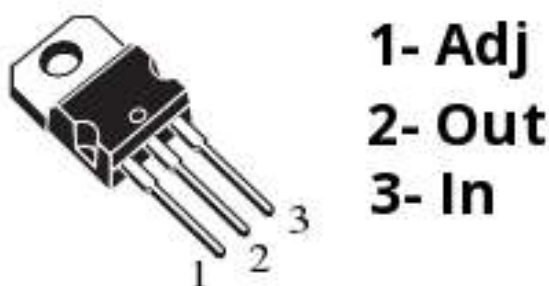

Рисунок 2 – Цоколёвка LM317T
- Цоколёвка микросхемы LM317T по спецификации производителя представлена на рис. 2: